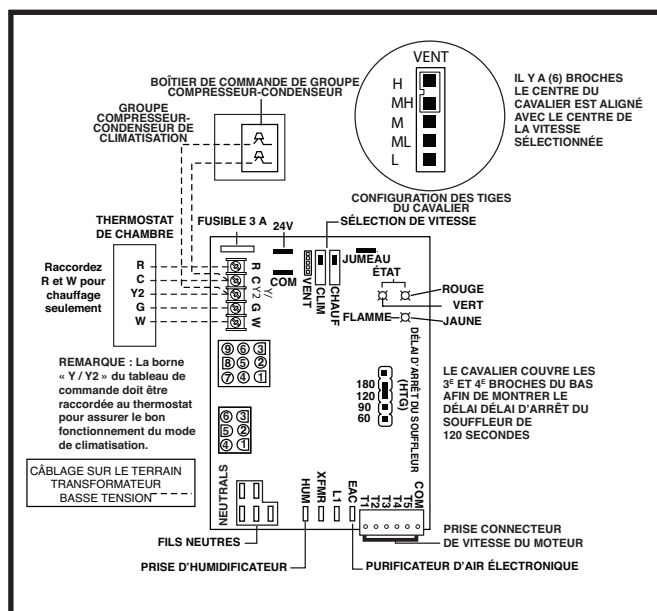

Figure 27. Carte de contrôle Nordyne Channel
- La Figure 27 présente les branchements appropriés pour les applications à chauffage seulement (deux fils) ou chauffage/climatisation (cinq fils).